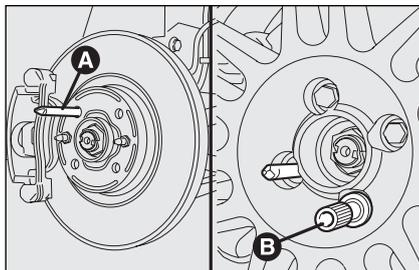

fig. 10
- visser le pion de centrage **A-fig. 10** dans une des fentes des boulons de fixation visibles sur le moyeu de la roue;